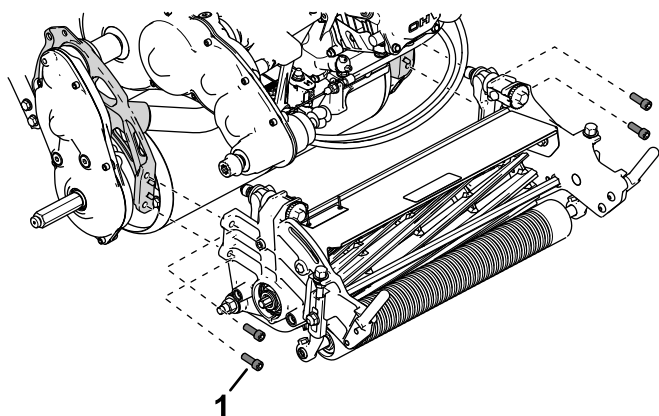

Bild 45
- Verwenden Sie die vier Bundkopfschrauben, um das Mähwerk am Rahmen zu befestigen (**Bild 45**).